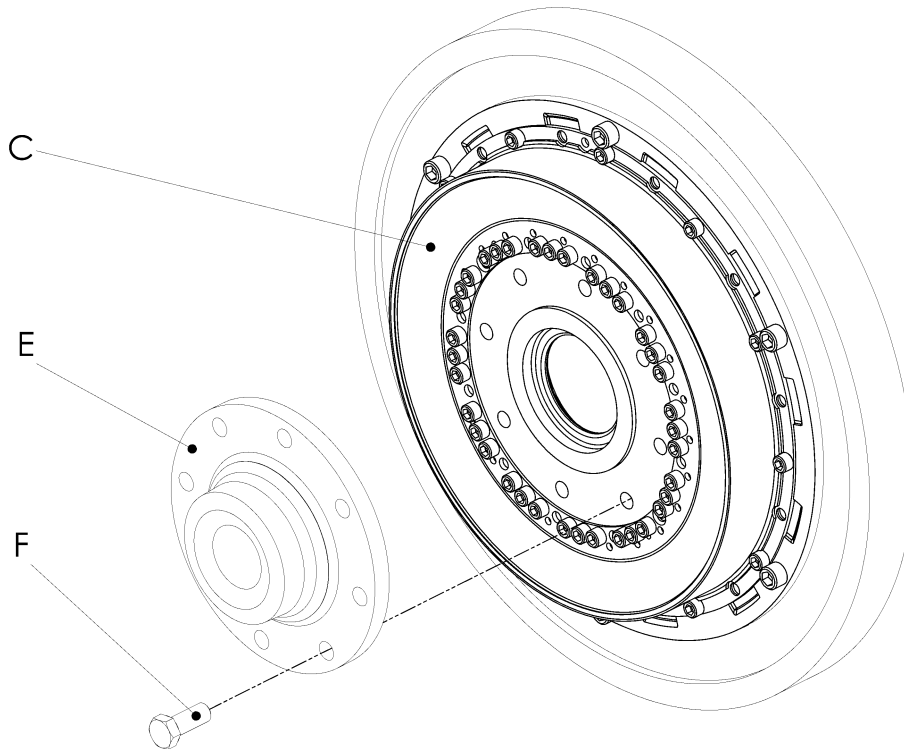

Abbildung 5-7 Kardanwelle an Kupplung montieren
8.2 Kardanwelle von Kupplung demontieren**Siehe Abbildung 5-7:**
- Schrauben (F) der Verbindung Kardanwelle (E) und Kupplung (C) lösen und entfernen.
- Kardanwelle (E) von/aus Zentrierung von Kupplung (C) ziehen und entfernen.